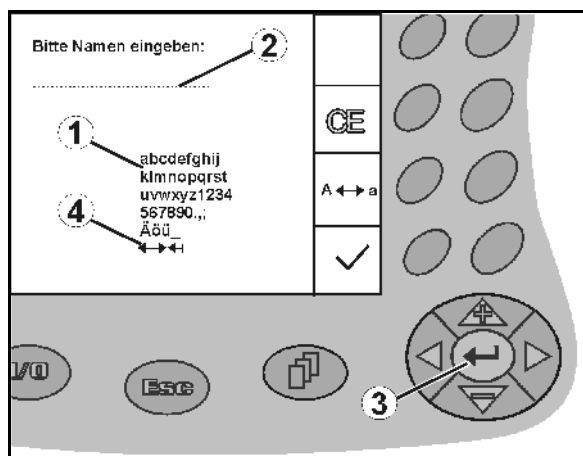

Fig. 13
Hvis det er nødvendigt at indtaste tekst eller tal på **AMATRON⁺**, vises indtastningsmenuen (Fig. 13).
I den nederste del af displayet vises et valgfelt (Fig. 13/1) med bogstaver, tal og pile, fra hvilken indtastningslinjen (Fig. 13/2) dannes (tekst eller tal).
Valg af bogstaver eller tal i valgfeltet (Fig. 13/3).
-  Overtagelse af valget (Fig. 13/3).
Pilene ← og → i valgfeltet (Fig. 13/4) muliggør en bevægelse i tekstlinjen.
Pilen ← i valgfeltet (Fig. 13/4) sletter den sidste indtastning.